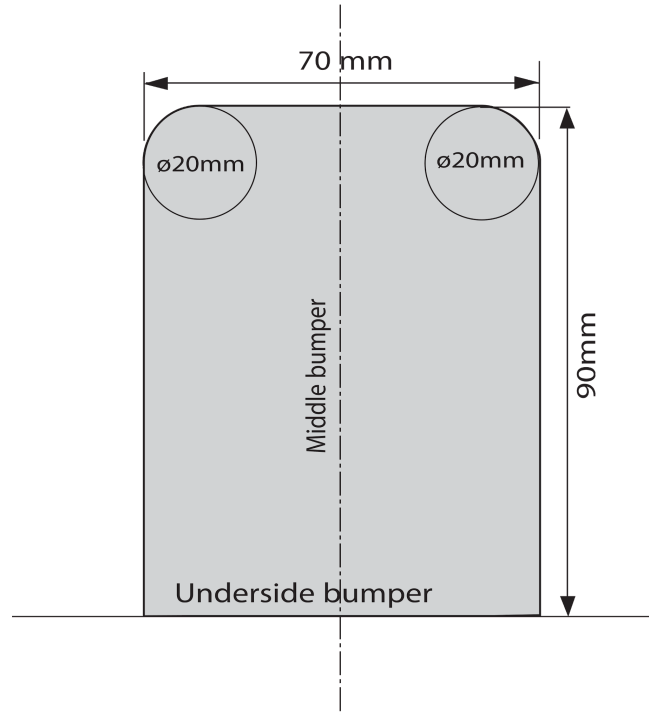

Fig. 1
4. C-Max 2003-2010: Выпилить обозначенную часть, как указано на рис. 1.